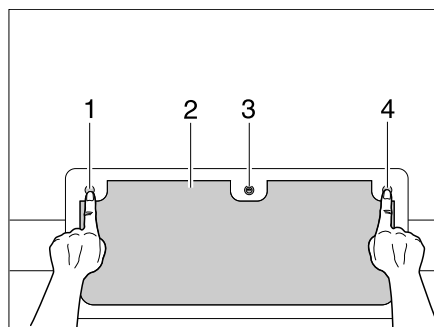

Fig. 32 Serrure de portillon avec boutons-poussoirs, fermée
- Insérer la clé dans le barillet (Fig. 32,3) et la tourner d'un quart de tour.
- Enfoncer les trois boutons-poussoirs (Fig. 32,1, 3 et 4).
- Fermer entièrement le portillon extérieur (Fig. 32,2), jusqu'à ce qu'il se verrouille de manière audible.
- Insérer la clé dans le barillet (Fig. 32,3) et la tourner d'un quart de tour. La serrure est verrouillée.